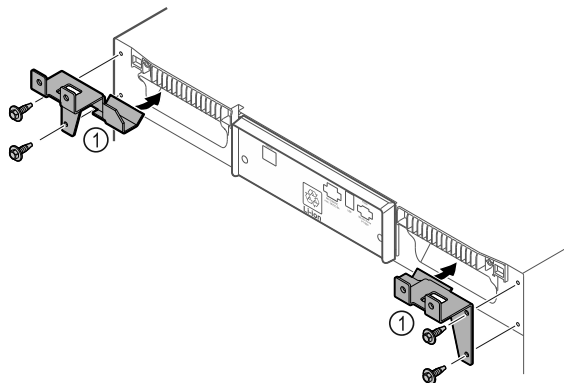

Fig. 9
- ▶ Držali Fig. 9 (1) privijte na napravo s priloženimi vijaki.